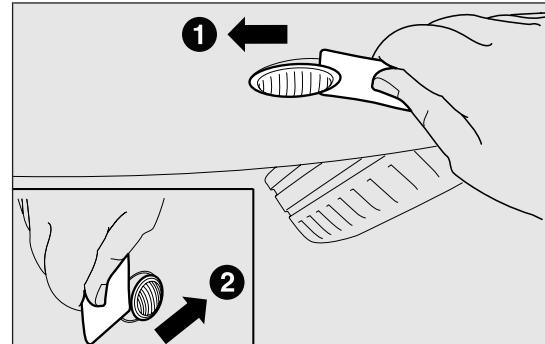

Abb. 112
- Zuerst vorne und dann hinten eine Hebeleinwirkung auf die durchsichtige Abdeckung ausüben (1 - Abb. 112);
- Danach eine Hebeleinwirkung in entgegengesetzte Richtung von hinten ausüben (2 - Abb. 112) und die Gruppe B herausziehen;